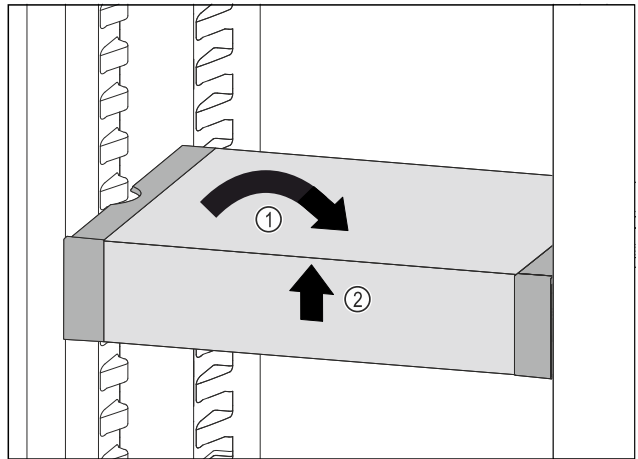

Fig. 57
- VarioSafe gerade stellen. Fig. 57 (1)
- VarioSafe vorne anheben. Fig. 57 (2)